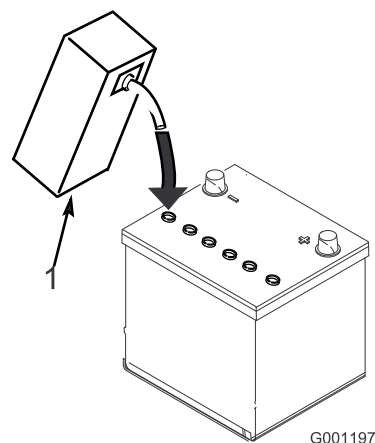

図 7
3. 各セルの電極板が液面下 6mm程度に水没するまで、電解液を慎重に入れる (図 7)。
4. 電極板が液を吸収するまで2030分間程度待つ。必要に応じて、電極板が6 mm程度水没するぐらいに電解液を補充する図7。